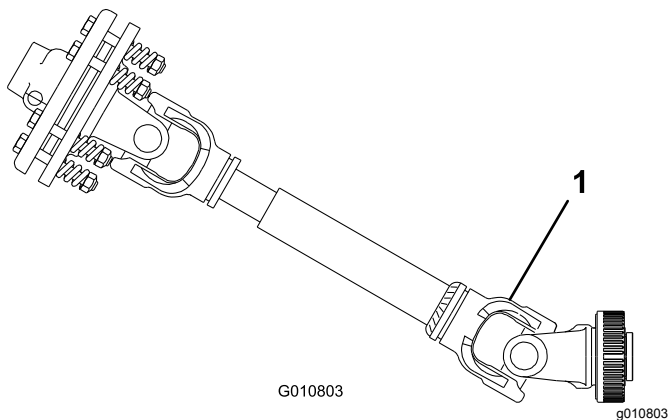

图27
**重要事项** 当连接 PTO 时切勿将打孔机提升到超过必要高度。机器提升得太高会导致 PTO 轴转向节断裂图27。当升起打孔机时请关闭 PTO。PTO 的最大操作角度 25°但当打孔机处于最高位置时切勿超过 35° 角。